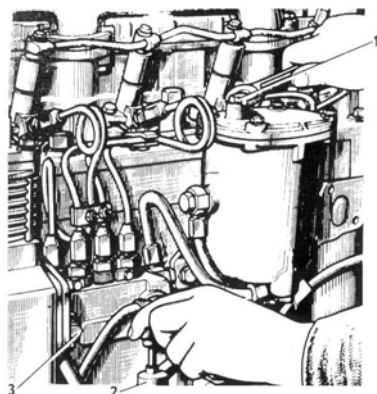

Рис. 8.9. Удаление воздуха из системы
- отвернуть пробку 3 (рис. 8.9) на корпусе топливного насоса и отвернуть на 1-2 оборота штуцер 1 на фильтре тонкой очистки топлива;